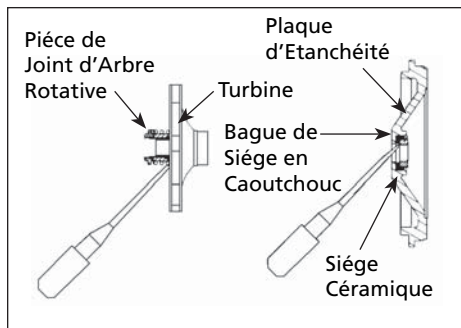

Figure 10 - Enlever le Joint d'Arbre et le Siège Céramique
8. Soulever à l'aide d'un levier, la pièce de joint d'arbre rotative de la turbine (Figure 10).
9. Appuyer sur, ou soulever la siège céramique de la plaque d'étanchéité (Voir Figure 10).